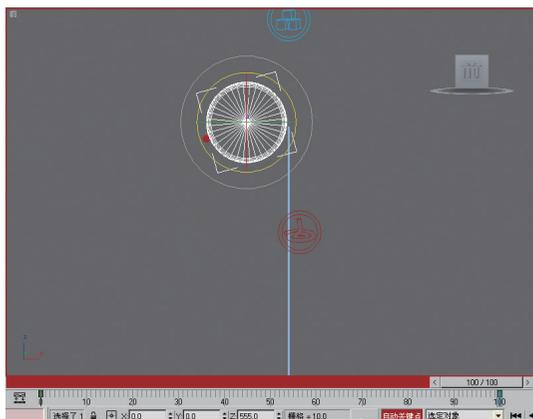

图9-112 设置动画
**08** 最后，创建一个轮轴旋转的动画，即可完成设置操作，如图9-112所示。